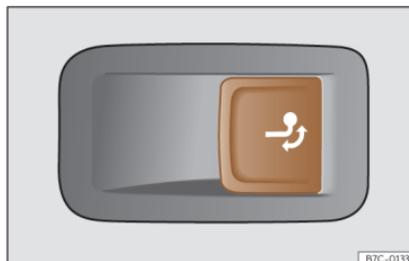

Fig. 188 Sul lato destro del bagagliaio: tasto per sbloccare il gancio del rimorchio.
- Premere brevemente il tasto » » » **fig. 188** . Il gancio di traino si sblocca elettricamente e si gira automaticamente verso l'esterno. La spia di controllo del tasto lampeggia.
- Premere brevemente il tasto » » » **fig. 188** . Il gancio di traino si sblocca elettricamente.
- Se la spia di controllo del tasto »» fig. 188 → lampeggia, significa che il gancio di traino non si è fissato correttamente o che è danneggiato »» ⚠.
- Se la spia di controllo »» fig. 188 → rimane accesa con il portellone posteriore aperto, significa che il gancio di traino è fissato correttamente sia quando viene estratto sia quando viene nascosto.
- Non premere mai il tasto »» fig. 188 quando un rimorchio è agganciato o un portapacchi o un altro accessorio è montato sul gancio di traino.